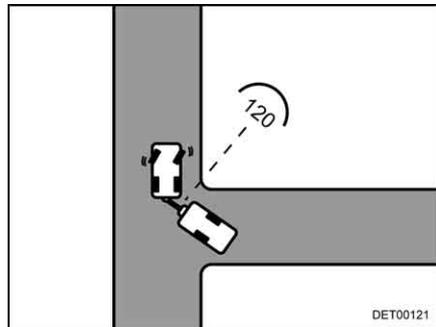

Fig. 18 Svoltata all'incrocio
- Appena entrambi i veicoli si trovano ad un angolo di ca. 120° l'uno rispetto l'altro, fermarsi (Fig. 18).